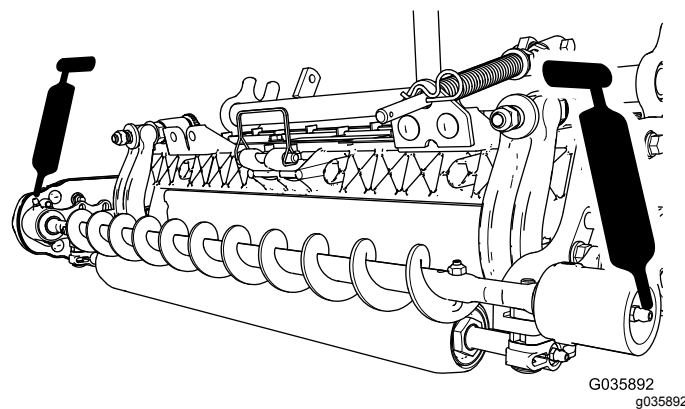

Figure 17
4. Graissez les graisseurs de chaque logement de roulement de brosse de rouleau avec de la graisse au lithium n° 2 (Figure 17).